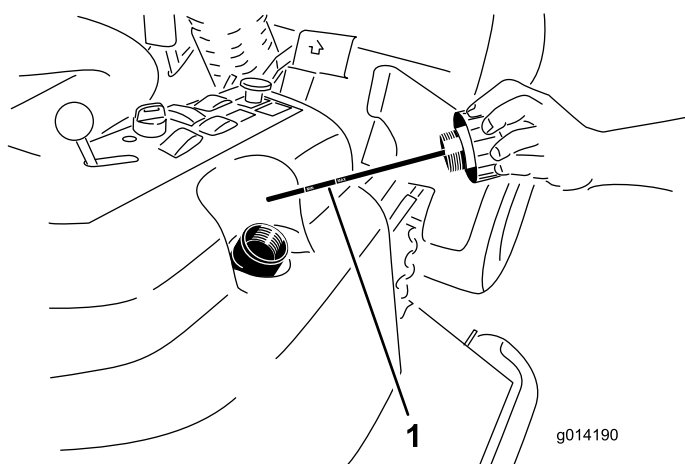

Figure 42
2. Enlevez le bouchon (Figure 42) du goulot de remplissage du réservoir hydraulique.
3. Retirez la jauge et essuyez-la sur un chiffon propre (Figure 42).
4. Vissez la jauge dans le goulot de remplissage, ressortez-la et vérifiez le niveau de liquide (Figure 42).